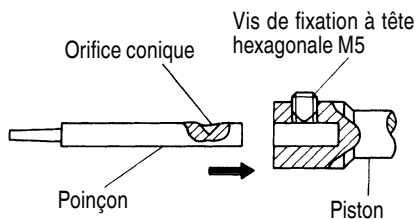

Fig. 12
- (c) Insérer la nouvelle perforatrice tout en alignant le trou conique de la perforatrice et la direction de la vis de fixation à tête hexagonale M5. Serrer ensuite fermement la vis de fixation à tête hexagonale (voir Fig. 12).